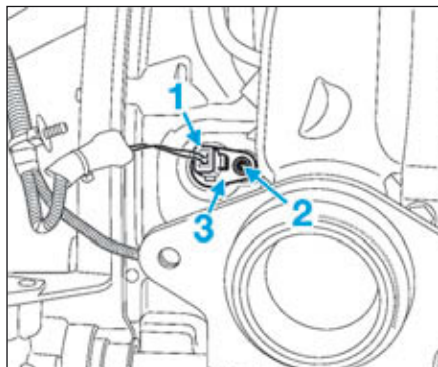

FIG.151
- Débrancher le connecteur électrique (1) (Fig.151) du capteur de position de vilebrequin.
- Déposer la vis (2) du capteur de position de vilebrequin.
- Déposer le capteur de position de vilebrequin (3).